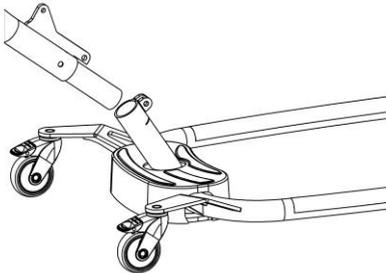

Fig. 1.6B
2. Montez la partie mât/bras de levage sur le châssis, puis serrez la vis à main. (Fig 1.6B + 1.6C), en connectant les fiches du châssis et du mat.